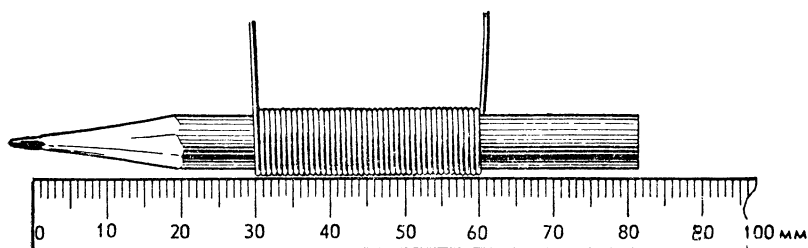

Рис. 18. Измерение диаметра нитки.
- 4) Измерить по масштабной линейке длину обмотанной части палочки (рис. 18).